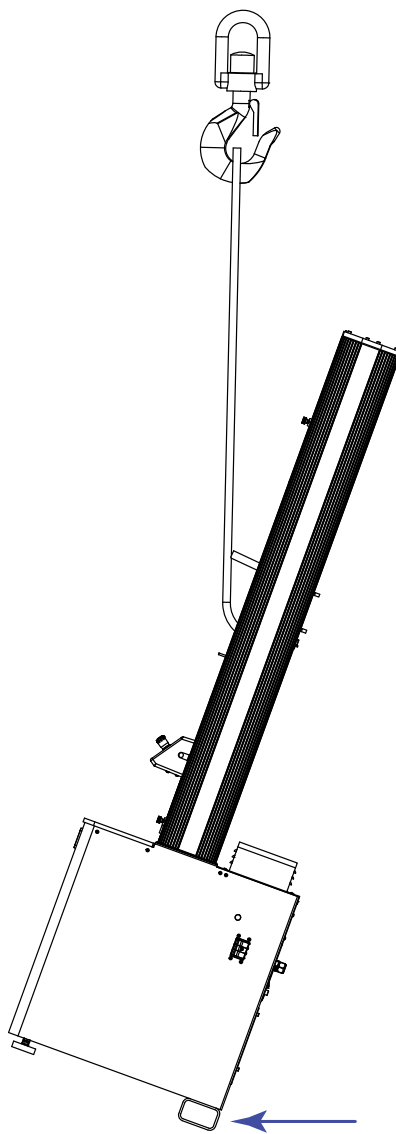

图 24. 扶正机架
5. 缓慢地将机架提升到垂直位置（参见第 73 页图 24）。
在起吊过程中，确保与装运垫板或地面接触的唯一部件是机架底座后部的管状支架（如第 73 页图 24 中的箭头所示）。